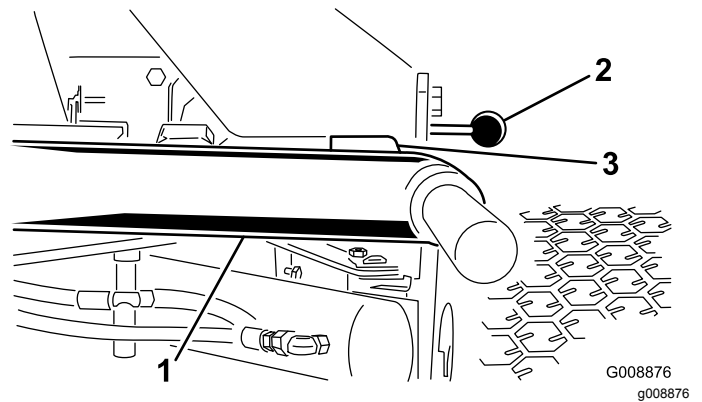

Figure 25
- Démarrez le moteur, élevez les bras de levage et vérifiez qu'un espace de 5 à 8 mm sépare chaque bras de levage du support du panneau de plancher (Figure 25).